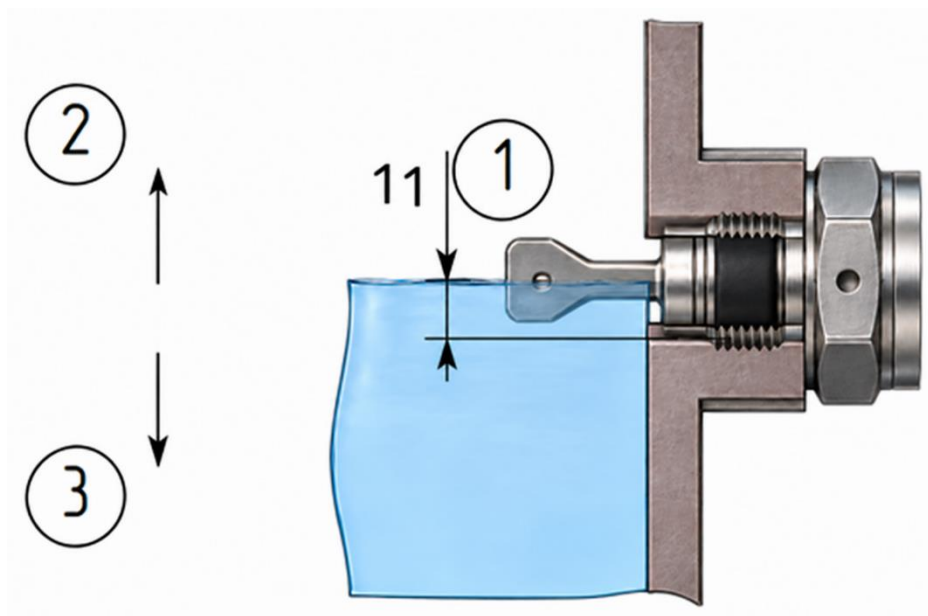

Рисунок 52 – Горизонтальный монтаж
При горизонтальном монтаже сигнализаторов точка срабатывания находится примерно на расстоянии 11 мм (1) от края вилки чувствительного элемента. При уменьшении плотности измеряемой среды это расстояние увеличивается (2). При увеличении плотности измеряемой среды это расстояние уменьшается (3) (рисунок 52). Расстояние до точки срабатывания зависит от плотности измеряемой среды при вертикальном монтаже сигнализатора (таблица 12).